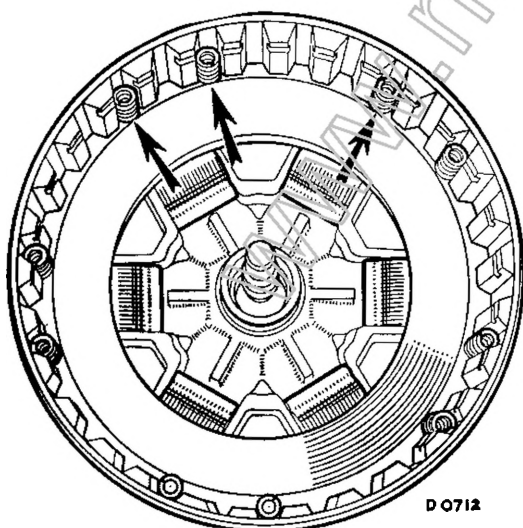

Fig. Fa. 42
13. Frizione a 30 denti: Montare le levette ed il disco e le molle di richiamo, vedi la Fig. Fa. 42.